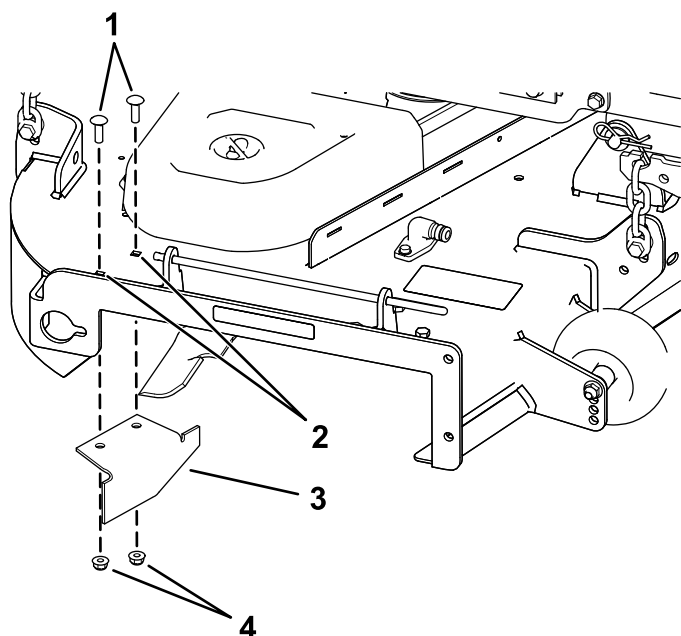

Figura 19
14. Localizați deflectorul de separare în pungă cu accesorii, îndepărtați elementele de fixare de pe orificiile spate ale plăcii de descărcare și montați deflectorul în zona deschiderii evacuării laterale a punii mainii de tuns iarba (Figura 19).